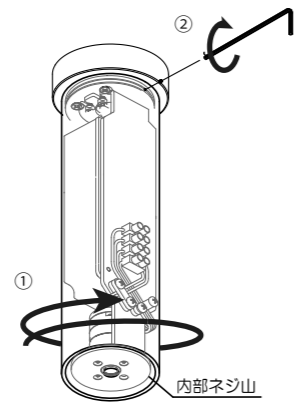

図5
- ・フランジ内部底面と内蔵電源部底部のネジ山でねじ込んで固定し、フランジ外部側面の止めネジを締める。（図5）